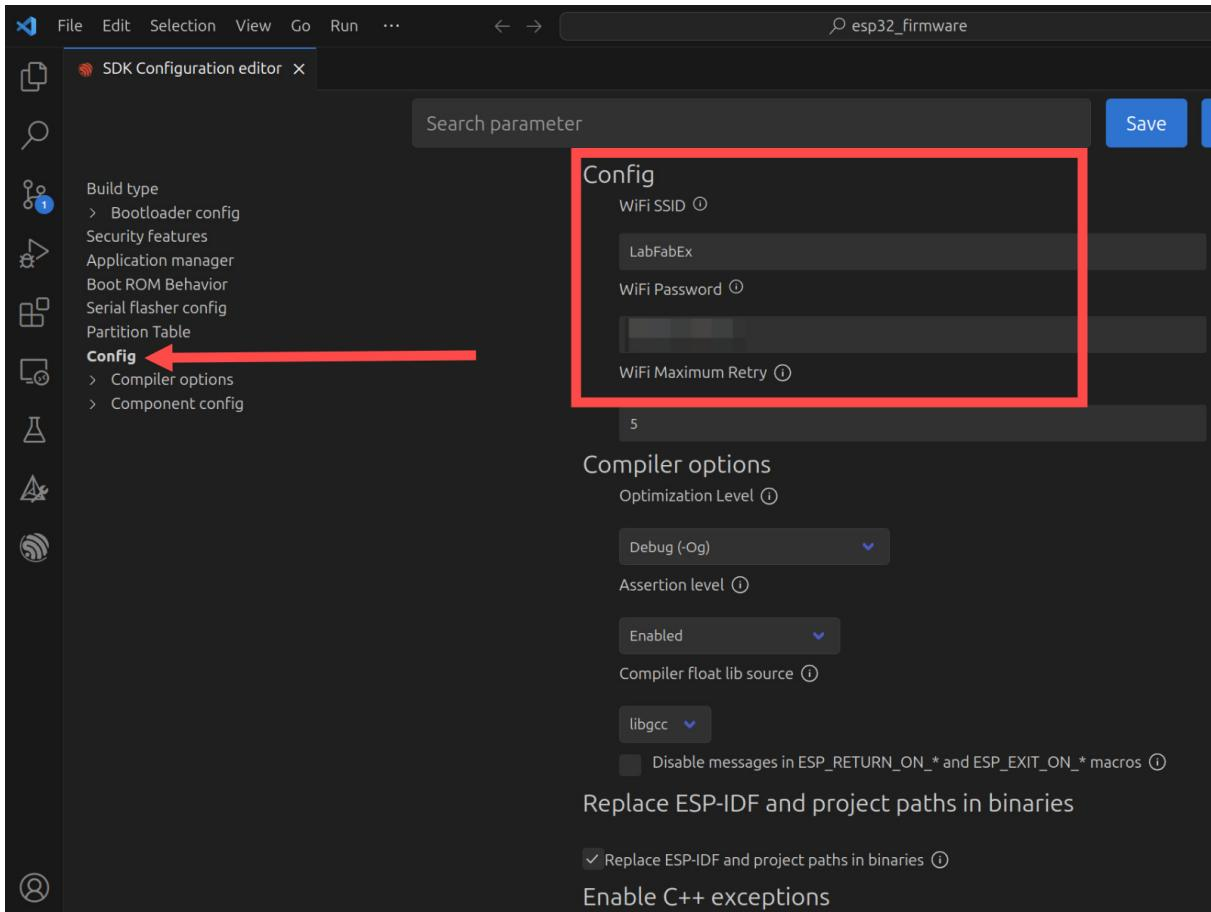

Figura 8: Configuración de Wifi.
- Ir a **Config** y editar la información de la red Wifi. Ver la figura 8.